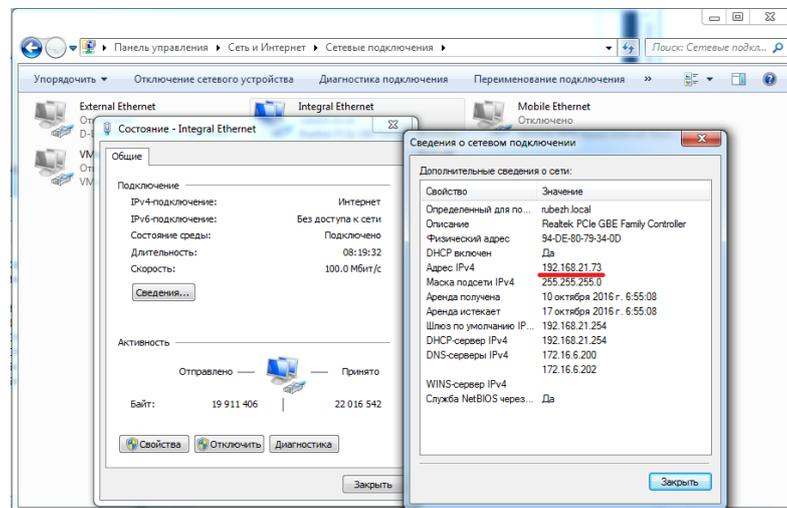

Рисунок 3.9
- 2) Вызвать контекстное меню адаптера и выполнить команду «Состояния → Сведения». Полученный адрес нужно заменить там, где в настройках «FireSec» необходим внешний адрес (Рисунок 3.9).